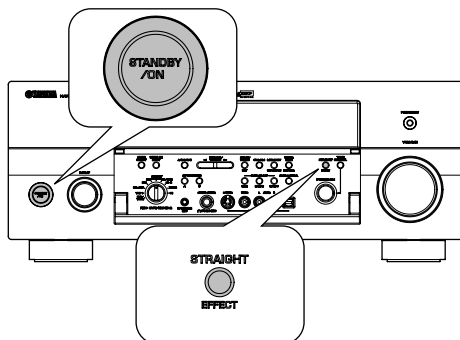

Fig. 5
- e. While pressing the "STRAIGHT/EFFECT" key of the main unit, press the "STANDBY/ON" key to turn on the power. (Fig. 5)
- e. 本体の “STRAIGHT/EFFECT” キーを押しながら、“STANDBY/ON” キーを押して電源を入れます。(Fig. 5)